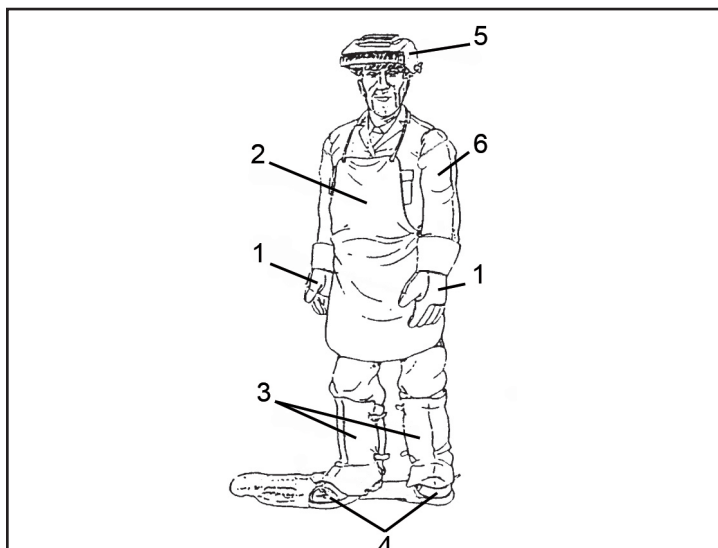

Рисунок 1
- Операторы и помощники должны защитить тело с помощью защитных закрытых негорючих костюмов, без карманов или отверстий. На одежде не должно быть никаких следов масла или густой смазки. Используйте одежду только с маркировкой CE, пригодной для дуговой сварки (рис. 1):